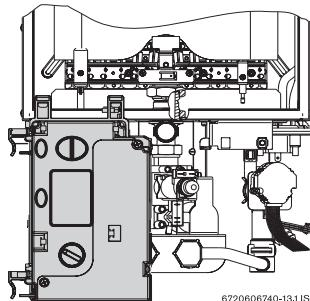

Fig. 2 Caixa de comando - posição de ajuste de gás
- Uma vez a caixa de comando retirada, posicione-la de acordo com a Fig. 2.